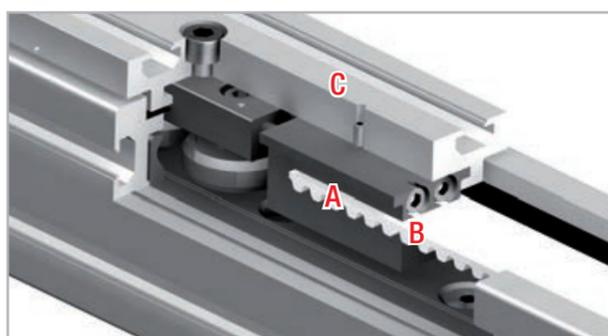

Fig. 41
1. Desparafusar os parafusos de segurança C (no topo da placa do cursor) do dispositivo de tensionamento da correia A (ver fig. 41).